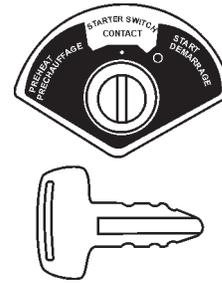

Abbildung 10. Zündschalter und -schlüssel
5. Stecken Sie den **Zündschlüssel** in den Zündschalter (Abb. 10).